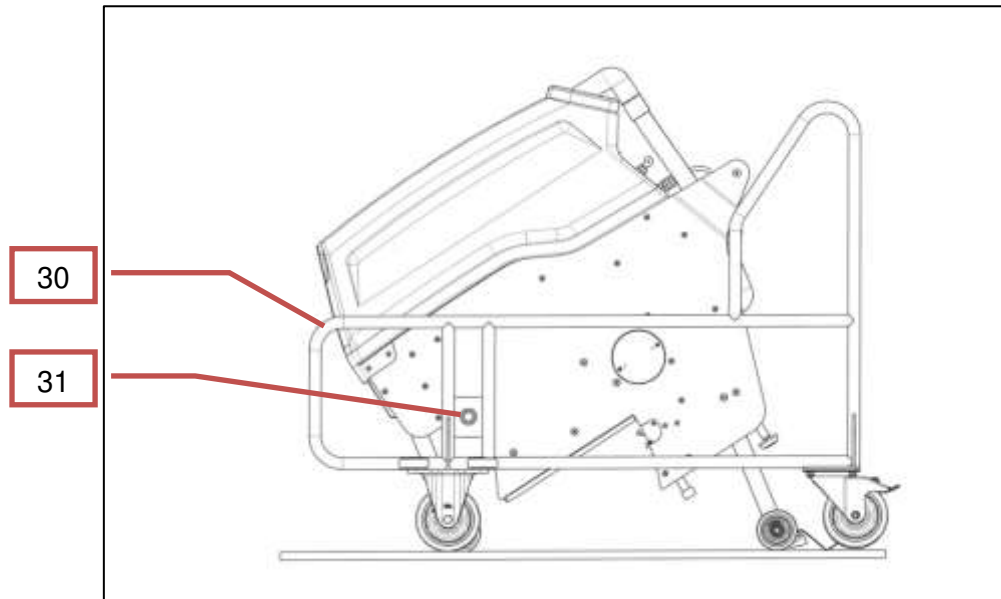

Imagen 15: Entrar en el carro de transporte
Para transportar la máquina, después de quitar el eje pasante (31) del carro de transporte, colocarla en el carro de transporte con la barra de tracción hacia delante y ponerla en este (ver imagen 15: Entrar en posición de transporte)